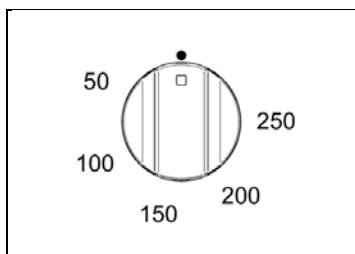
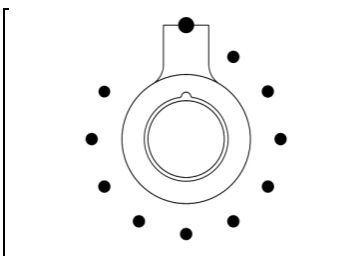

Fig 29A
Fig 30
2. Draai de thermostaat op de gewenste stand. (Fig.29A-29B en Fig.30 voor PRO TOP versies). Het oranje lampje gaat aan. Zodra de gewenste temperatuur is bereikt gaat het lampje uit. Gedurende het koken gaat het oranje lampje regelmatig aan en uit. (Alleen bij de PRO TOP versies wordt de oven functie in het display weergegeven).